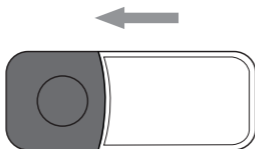

Fig. 2
- ◆ Placez l'émetteur sur le support mural **10** de manière à ce que les ergots de retenue sur le support mural **10** entrent dans les deux ouvertures au dos de l'émetteur. Glissez ensuite l'émetteur en direction de la touche de la sonnerie **7**, de manière à ce que les ergots de retenue glissent dans les rails des ouvertures et que l'émetteur se retrouve fixé sur le support mural **10** (voir fig. 2).